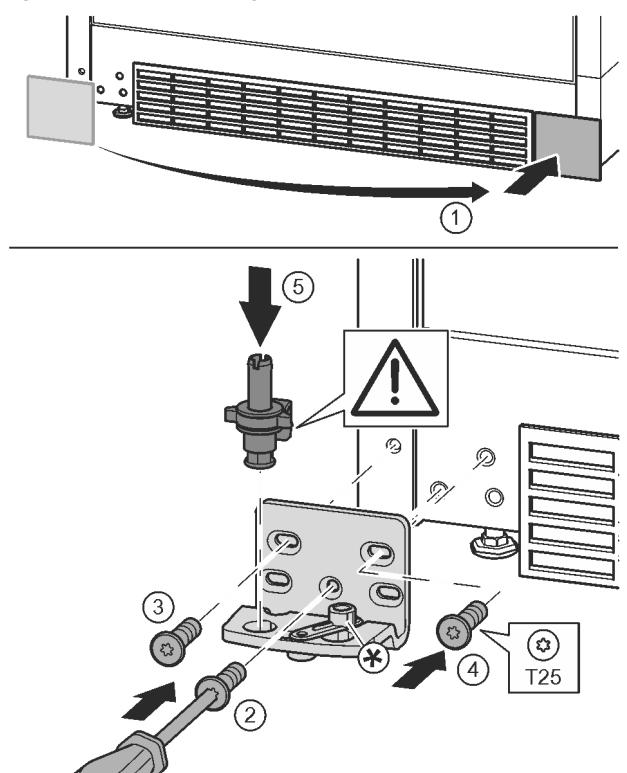

Fig. 17
- Abdeckung abnehmen und auf der anderen Seite anbringen. Fig. 17 (1)
- Lagerbock auf der anderen Seite ansetzen und mit Hilfe eines Schraubendrehers T25 anschrauben. Mit Schraube 2 unten in der Mitte beginnen. Fig. 17 (2)
- Schraube 3 und 4 festschrauben. Fig. 17 (3, 4)
- Lagerbolzen komplett einsetzen. Dabei darauf achten, dass der Rastnicken nach hinten zeigt. Fig. 17 (5)